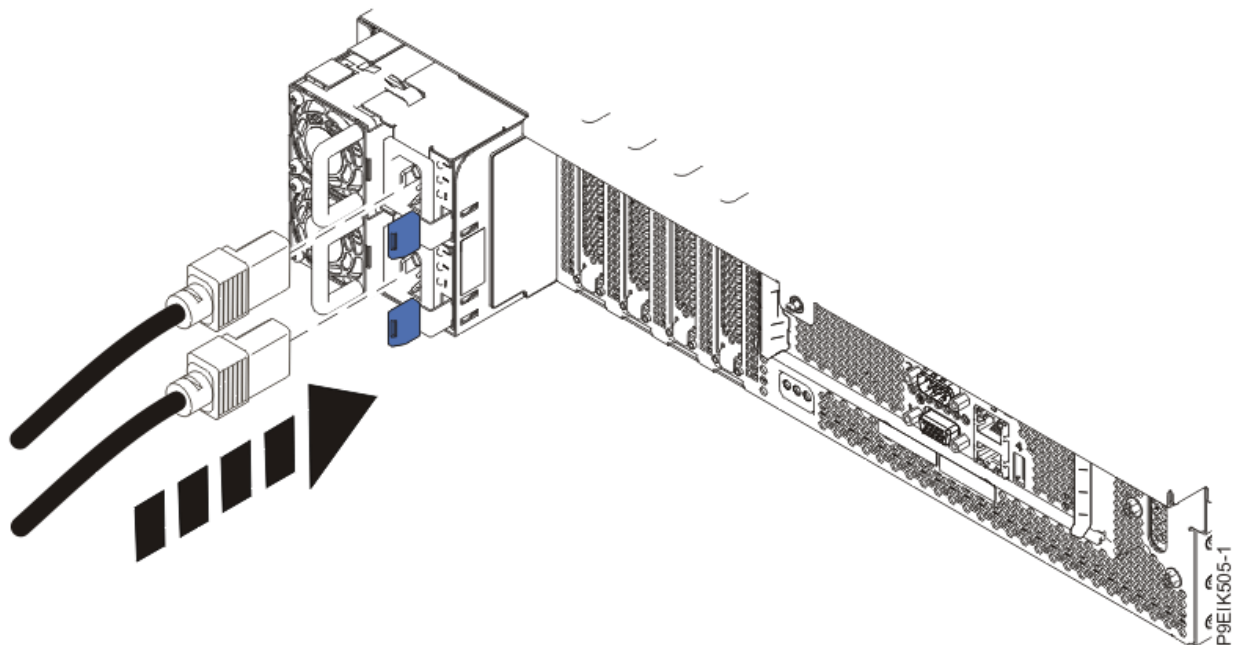

Figura 206. Conexión de los cables de alimentación al sistema
2. Utilizando las etiquetas, vuelva a conectar los cables de alimentación a la unidad del sistema como se muestra en la Figura 206 en la página 237.